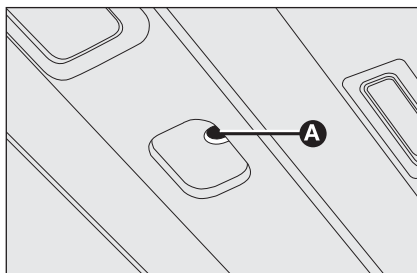

fig. 98
- ☐ introdurre nella sede **A-fig. 98** la chiave in dotazione e ruotare: